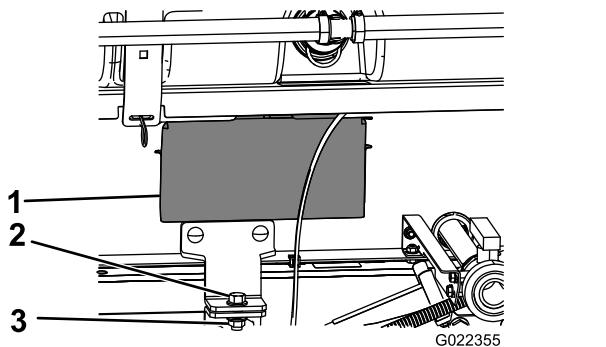

Figura 34
5. Îndepărtați panourile de acces de pe ambele părți ale saniei cadrului (Figura 34).
8. Fixai suportul de fixare al ansamblului saniei rezervoareului la suportul platformei de pe cadru de pe fiecare parte a mainii cu un urub (1/2 x 1/2") și o contrapiuliă (1/2") așa cum este indicat în Figura 34.